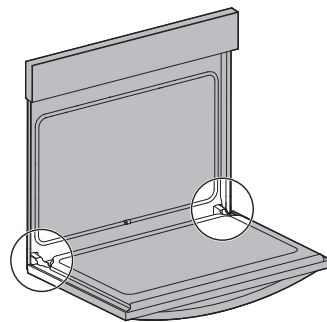

Figure 22: Emplacement de la charnière de la porte
1. Ouvrez complètement la porte du four, parallèlement au sol (Figure 22).
3. Ouvrez complètement la porte du four (parallèlement au sol (Figure 22).
4. Poussez les verrous des charnières de droite et de gauche vers le haut et dans le cadre du four jusqu'à ce qu'ils soient en position verrouillée (Figure 22).